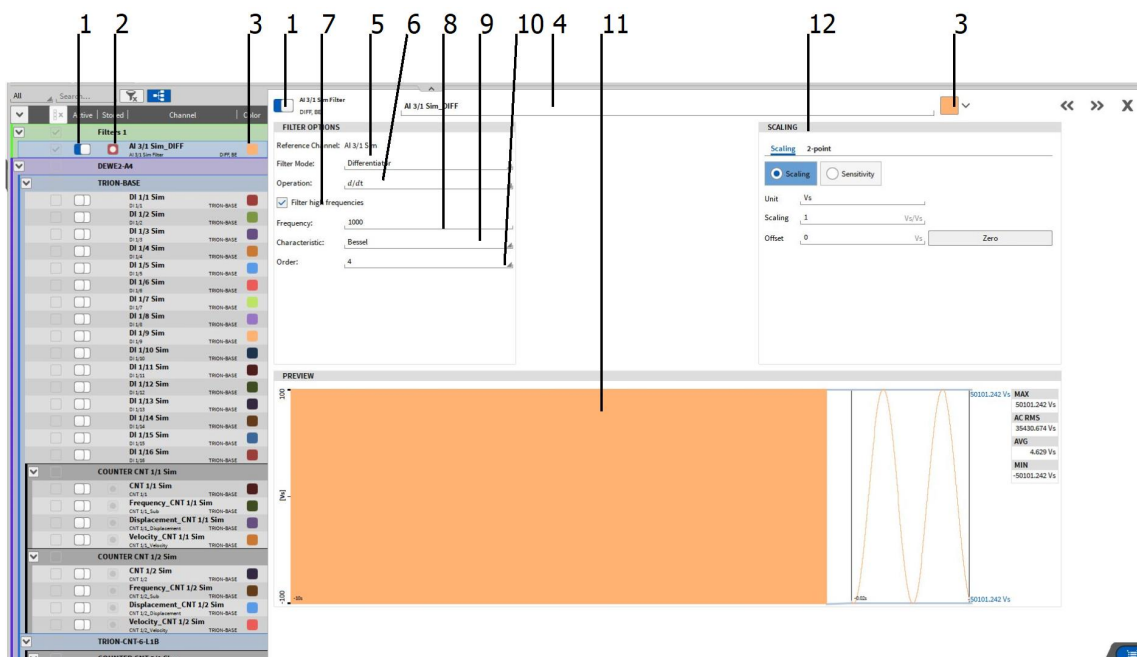

Abb. 7.94: Filterkanaleinstellungen – Übersicht
- Durch Drücken von Enter, werden die Filterkanäle in der Kanalliste erstellt. Die definierten Kanalparameter können auch im Nachhinein in den Kanaleinstellungen geändert werden (siehe A Abb. 7.94).